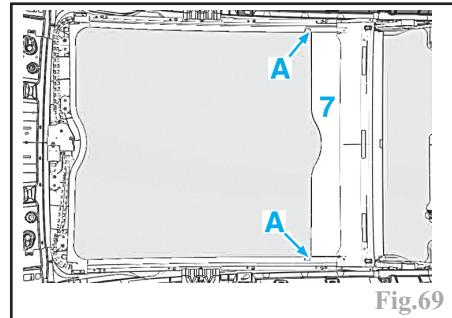

Fig.69
Mettre la commande (3) en position 8 d'ouverture, pour que le volet (7) se positionne en A (Fig.69).